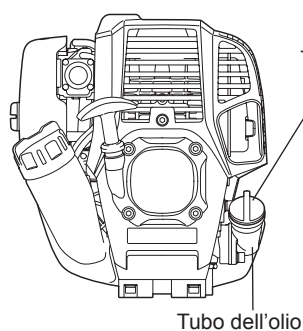
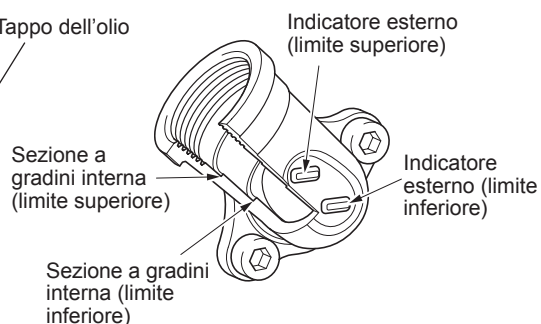

Fig. 1
Fig. 2 Tubo dell'olio
- Posizionare il motore in piano, rimuovere il tappo dell'olio (Fig. 1) e verificare che il livello dell'olio sia compreso tra gli indicatori di limite superiore e inferiore del tubo dell'olio (Fig. 2).